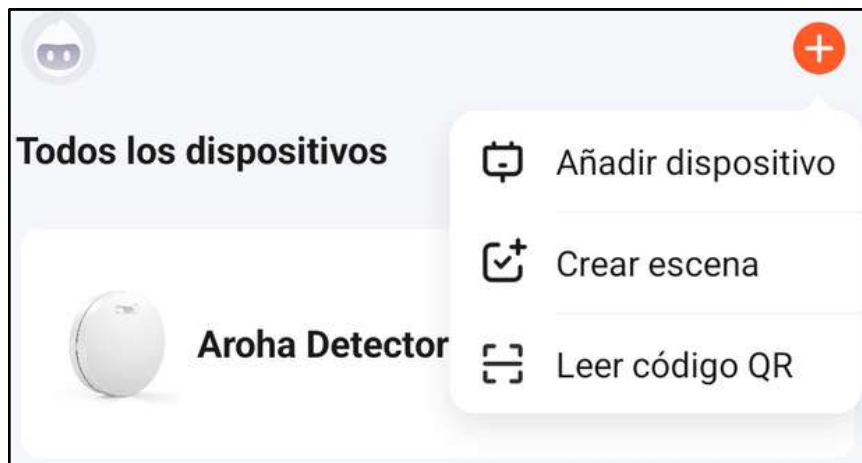
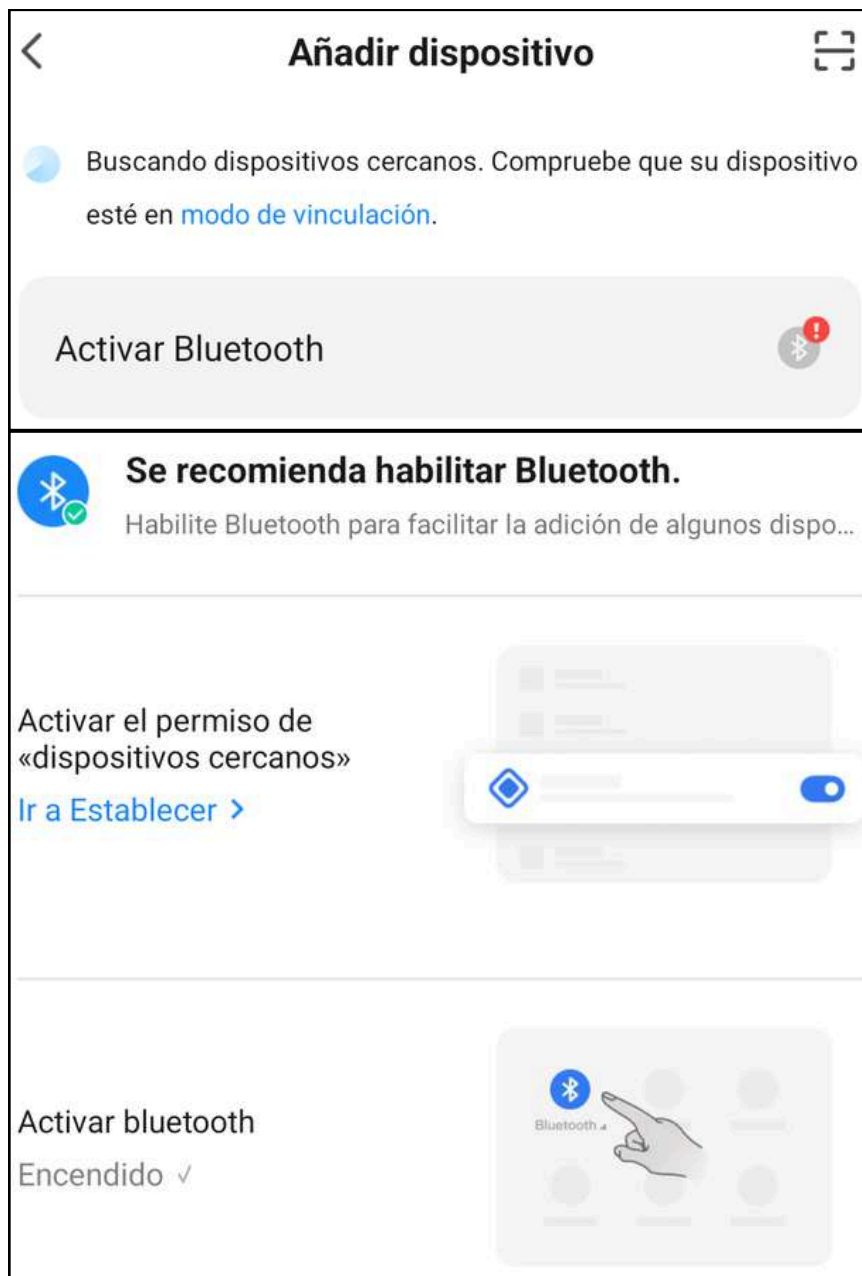

Figura 1: Agregar dispositivo en la aplicación
Figura 2: Activar Bluetooth en la aplicación
5. Haga clic en "+" en la esquina superior derecha de la pantalla de inicio de la aplicación. Luego elija "**Añadir dispositivo**", como se ve en la Figura 1. La aplicación ahora buscará automáticamente los dispositivos que estén en modo de emparejamiento. Siga los pasos descritos en la aplicación. Si la aplicación en sí aún no tiene permiso para usar Bluetooth, haga clic en la notificación y siga los pasos para permitir que la aplicación acceda a Bluetooth como se ve en la Figura 2.